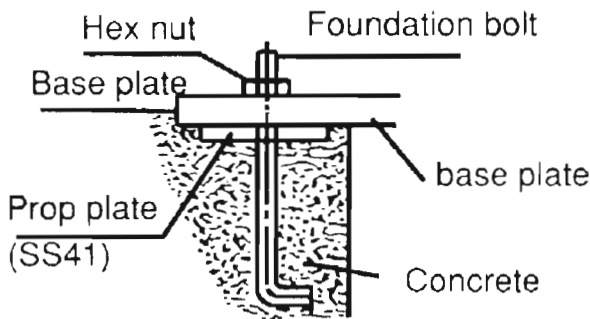

Fig. 4
- (b) Se prefiere una cimentación masiva de concreto en función de minimizar la vibración. La rigidez y estabilidad son aumentadas por el puntal y el perno de cimentación. Como se muestra en la Fig. 4.